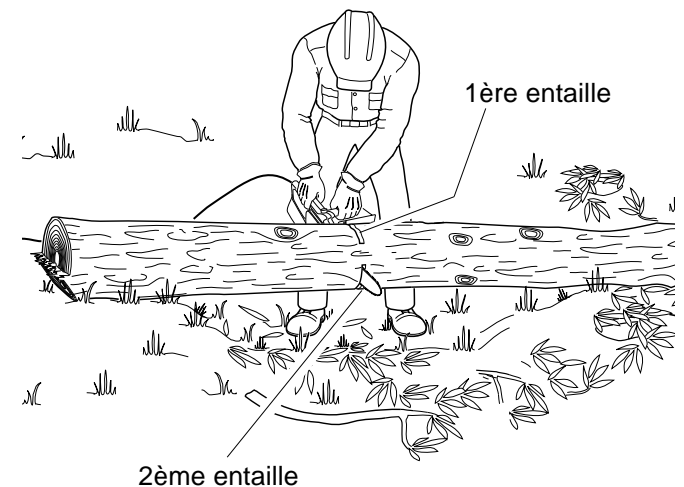

Figure 13 - Tronçonnage d'une bille soutenue aux deux extrémités
1. Faire la première entaille à partir du dessus de la bille. (Voir la figure 13.) Scier sur le tiers du diamètre de la bille. Cette entaille permet d'éviter la production d'éclats de bois.